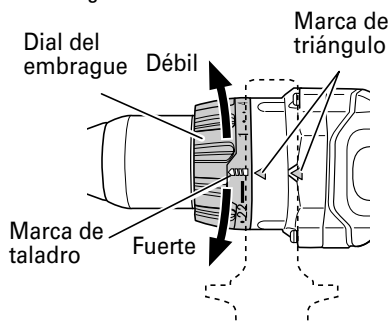

Fig. 10
7. Confirmar la posición del dial del embrague (Ver la Fig. 10).
(2) Indicación del par de apriete (Consulte la Fig. 10, 12)
- (3) Ajuste del par de apriete (Consulte la Fig. 10, 12)